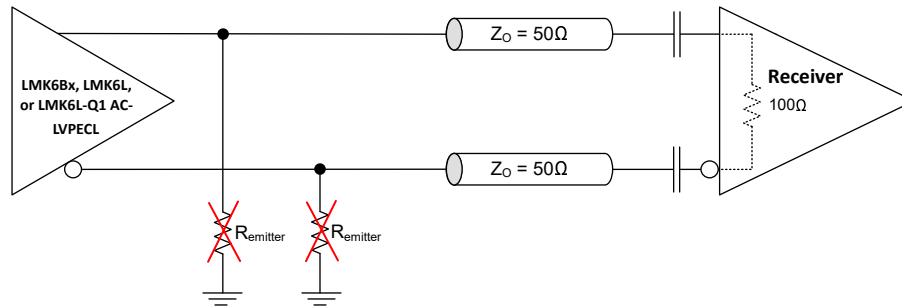

図 8-4. LVPECL 発振器を LMK6L-Q1 に交換
3. 図 8-4 に示すように、任意のエミッタ抵抗を実装します。